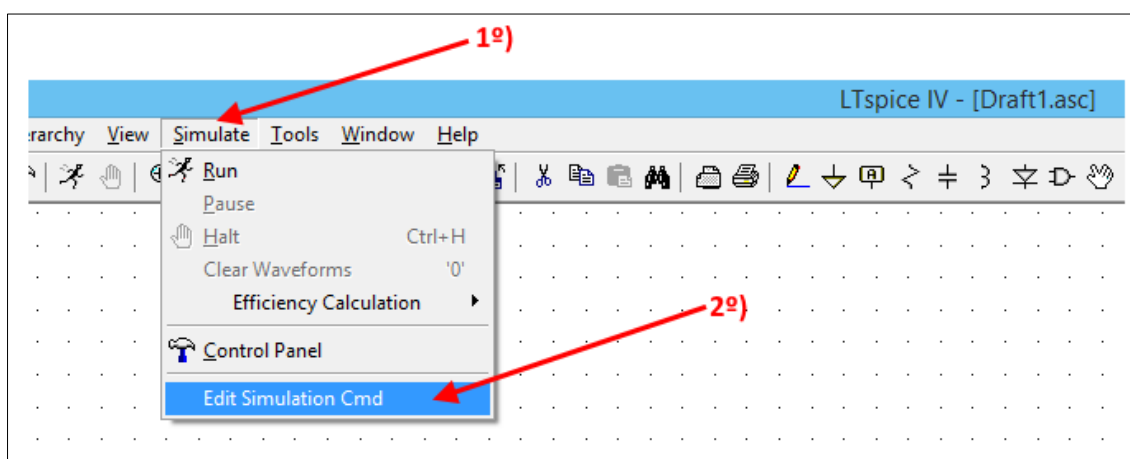
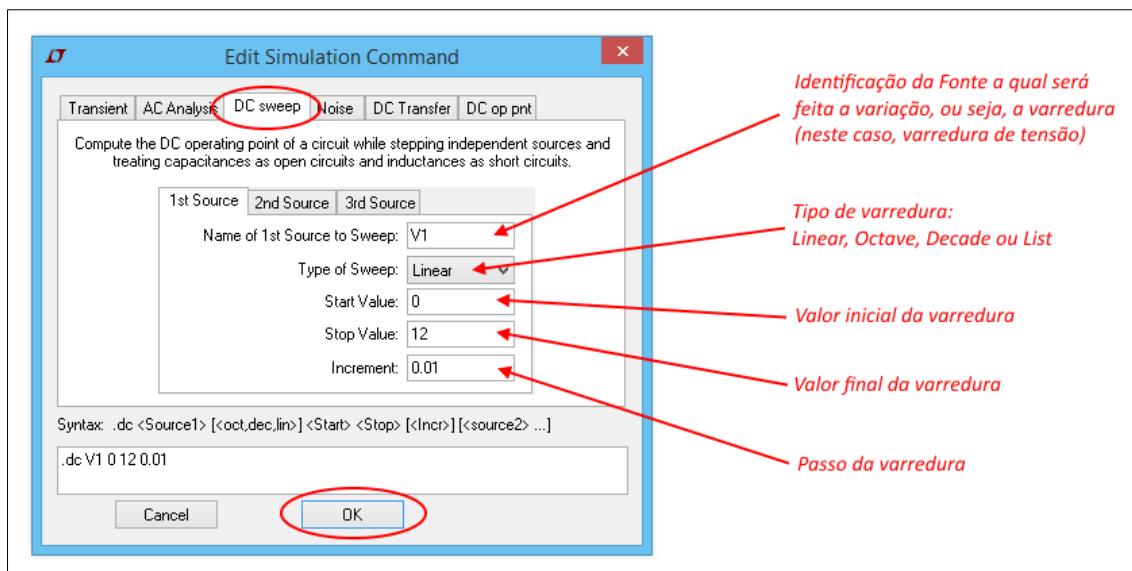

Figura 40 - Entrando no menu de configuração da simulação
Figura 43 - Configurando simulação como Análise com varredura em corrente contínua
Para configurar a simulação, assim como mostra a Figura 40, entre em “*Simulate*” na Barra de menu e logo após escolha a opção “*Edit Simulation Cmd*” para que a janela “*Edit Simulation Command*” seja aberta.
Depois de todo o circuito no esquemático montado e inserido o Terra de Referência (descrito no item 2.1 deste manual), entre em “*Simulate*” (conforme Figura 40) na Barra de menu e logo após, escolha a opção “*Edit Simulation Cmd*” para que a janela “*Edit Simulation Command*” seja aberta. Já nesta janela (vide Figura 43), selecione a guia “*DC sweep*” e indique qual fonte que sofrerá a varredura. Selecione também o tipo de varredura: linear, octave, decade ou list (nesta última, você opta por valores discretos). Selecione também o valor inicial e o final da verredura, bem como o passo da mesma. Por fim, clique em “*OK*” e os parâmetros referentes a essa configuração estarão disponíveis para se inserir no esquemático com um simples clique do mouse no lugar desejado.
Agora entre na opção “*Simulate*” na Barra de menu e logo após, escolha a opção “*Edit Simulation Cmd*” (vide Figura 40).